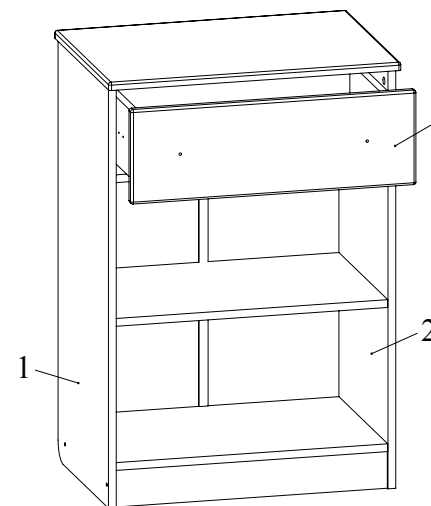

Рис.11
- Установить ящики на направляющие (Рис. 11).